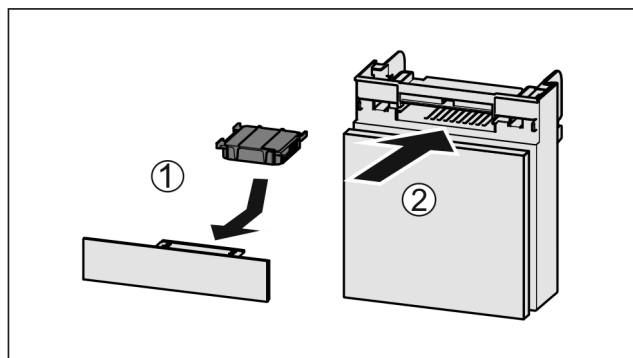

Fig. 99
► Установите фильтр с активированным углем, как показано на рисунке Fig. 99 (1).
► Вставьте отделение Fig. 99 (2).